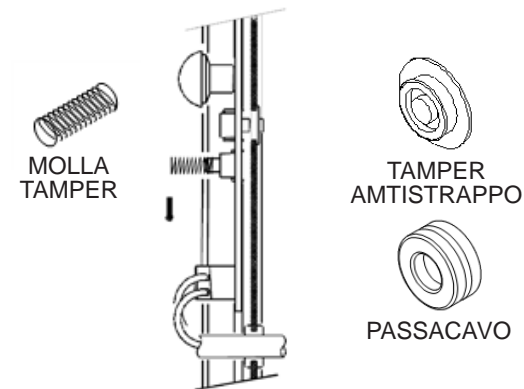

Fig. 4
7) inserire gli azionatori in gomma del tamper antistrappo negli appositi fori, ed inserire le molle sui tamper antiapertura (Fig. 4).